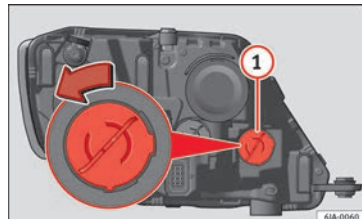

Fig. 93 Remplacement de l'ampoule de clignotant.
- Tournez le support d'ampoule » fig. 93 ① dans le sens contraire des aiguilles d'une montre et retirez-le.